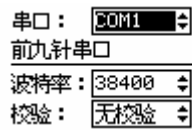

图 6-2-10 串口子菜单显示界面
(3) 串口参数：主要完成串口的“波特率”和“奇偶校”验设置。按方向键及“+、-”键，修改所要设置的参数，按退出键，返回到上一级菜单，如图 6-2-10 所示界面。